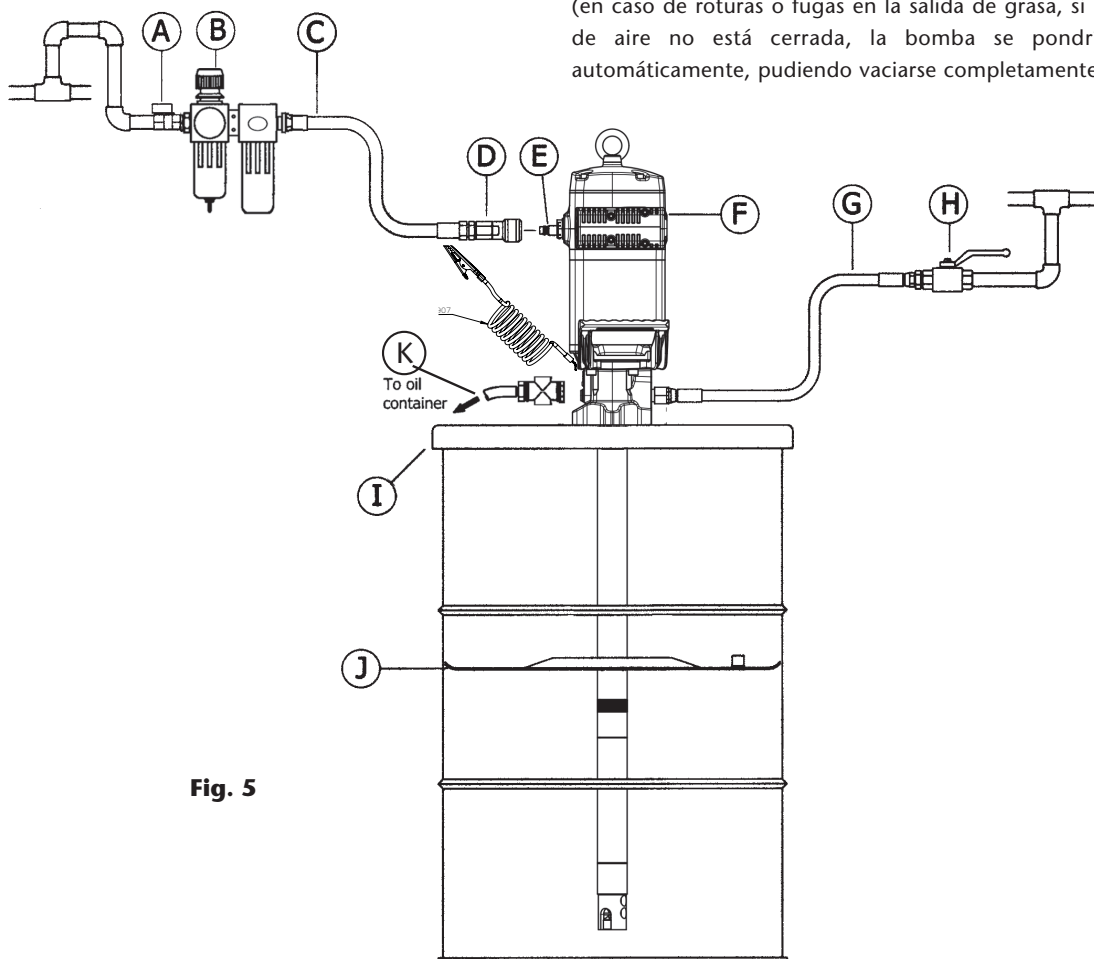

Fig. 5
1. Fije la bomba en posición horizontal en una mordaza (fig. 5). Dé unos golpes con un martillo en el tubo superior (73), cerca de la unión con el cuerpo (69) para romper el sellador de rosca.
2. Desenrosque la tuerca de cebador (94) y desmonte éste (93).
4. Una vez desenroscado, tire del motor hasta ver el pasador (70) del vástago (49). Con un martillo y un botador, sacar el pasador (70). El motor queda suelto.